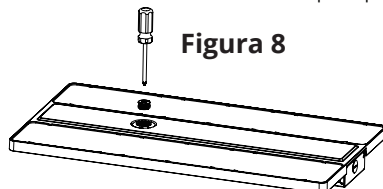

Figura 8
Paso 1. Utilice un destornillador para retirar el tapón de 1/2 del sensor; (Figura 8)